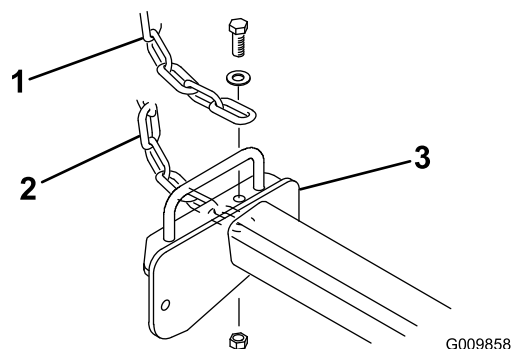

Figura 10
3. Fixe uma corrente de controlo à parte superior de cada estrutura de suporte da unidade de corte com 27 pol. e à parte inferior de cada estrutura de suporte da unidade de corte com 32 pol. com um parafuso, uma anilha e uma porca de bloqueio (Figura 10).